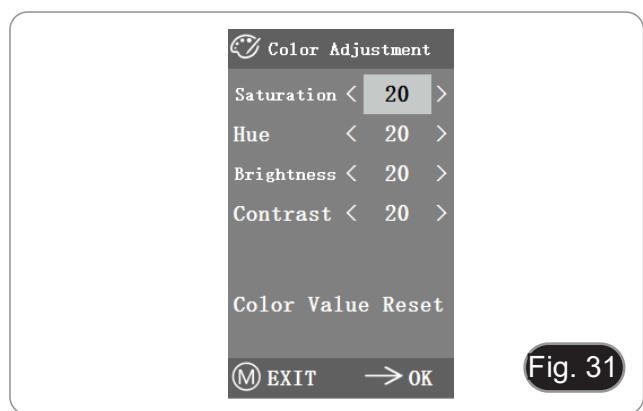

Fig. 31
1. Nach dem Aufrufen des Farbeinstellungsmenüs (Abb. 31) können Sättigung, Farnton, Helligkeit und Kontrast eingestellt werden, um das Bild auf das gewünschte Niveau zu bringen.